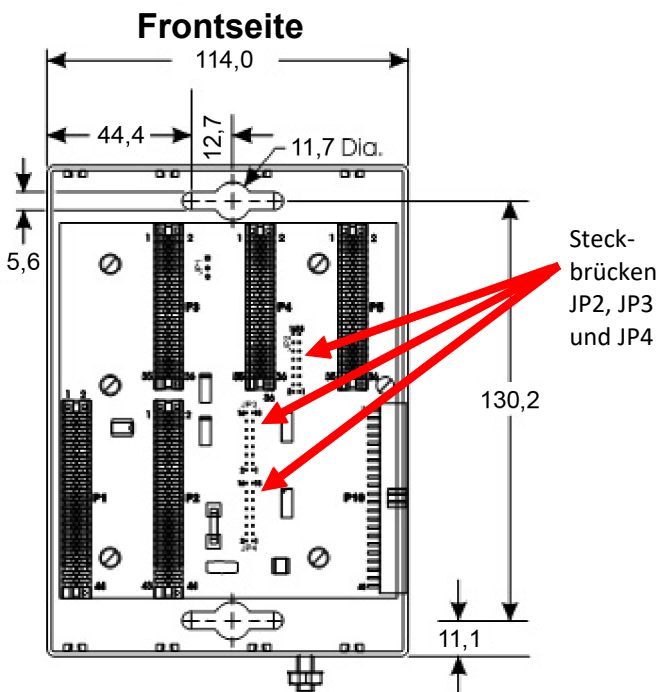

Abbildung 2. Abmessungen des ControlWave Micro-Basisgehäuses mit 4 Steckplätzen (in Millimetern)
- **Basisgehäuse.** Das Basisgehäuse wie gewünscht auf der Gehäusemontageplatte positionieren und unter Verwendung des ControlWave Micro als Schablone die Montagebohrungen auf der Platte ermitteln. Abmessungen siehe *Abbildung 2*. Montagebohrungen mit einem Gewindebohrer in der Platte anbringen. Den ControlWave Micro auf die Gewindebohrungen setzen und mit vier Schrauben (nicht im Lieferumfang enthalten) befestigen. Die Schrauben mit einem Drehmoment von etwa 1,1 bis 1,4 Nm anziehen.
Hinweis: Wenn ein Erweiterungsgehäuse an einem Basisgehäuse mit 4 oder 8 Steckplätzen angebracht wird, die drei Busabschlüsse (JP2, JP3 und JP4, siehe *Abbildung 2*) an der Rückseite des Basisgehäuses mit 4 oder 8 Steckplätzen entfernen.
Basisgehäuse verfügen über eine Erdungsklemme (siehe Abbildung 2), die Kabel mit einem Durchmesser bis zu 5,19 mm (4 AWG) aufnehmen kann. Nach Installation des Basisgehäuses und allen Erweiterungsgehäusen und vor der Installation von Modulen im Basis- oder Erweiterungsgehäuse muss ein Erdungskabel zwischen der Erdungsklemme des Basisgehäuses und einer zuverlässigen Erdung verlegt werden. Bei allen Erdungen darf die Impedanz des Stabs bzw. des Netzes zwischen Erdung und Masse maximal 2,0 Ohm betragen, gemessen mit einem Erdungsprüfgerät. Der Erdleiter sollte einen Widerstand von maximal 1,0 Ohm zwischen der Gehäusemasse des ControlWave Micro und dem Erdungsstab oder Erdungsnetz aufweisen.